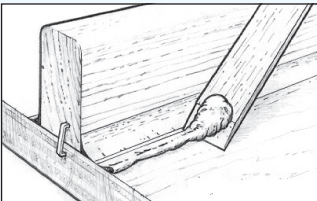

Abbildung 14 Streifen Sie das überschüssige Epoxidharz außerhalb der Markierung der Hohlkehle ab.
3. Streifen Sie das außerhalb der Markierung an den Bauteilen herausgequollene Material mit einem Mixstab oder einer Spachtelklinge ab (Abbildung 14). Glasgewebe oder Streifen können auflaminiert werden, bevor die Hohlkehle ausgehärtet ist. (Natürlich kann dies auch nach dem Aushärten und erneutem Anschleifen erfolgen.)